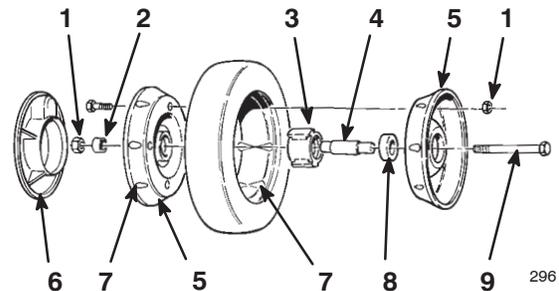

Bild 35
3. Entfernen Sie die Schraube, das Distanzstück im Rad und die Sicherungsmutter, mit denen das Rad am Gelenkarm befestigt ist (Bild 35).
4. Nehmen Sie die Radhälften von den Reifen ab, indem Sie vier Schrauben und vier Sicherungsmuttern entfernen (Bild 35).
Hinweis: Wenn Sie die Lager aus der Lager-/Nabengruppe entfernen, führen Sie diesen Schritt durch Drücken auf das Lagerdistanzstück durch (Bild 35).
1. Positionieren Sie den Reifen auf einer Radhälfte, wobei Sie die Ansätze an beiden ausfluchten (Bild 35).
2. Positionieren Sie die Lager-/Nabengruppe in das zentrale Loch der Radhälfte. Stellen Sie sicher, dass die Beine der Nabe über dem Flansch des Lochs positioniert sind (Bild 35).
3. Legen Sie die zweite Radhälfte über die Lager-/Nabengruppe, wobei Sie die Rad- und Reifenansätze mit den Befestigungslöchern abstimmen (Bild 35).
4. Montieren Sie die beiden Radhälften locker mit zwei 1/4-20 x 1,50 Zoll Gewindeschrauben und einfachen Muttern. Setzen Sie die Schrauben in die gegenüberliegenden Löcher ein (Bild 35).
5. Prüfen Sie, ob alle Bauteile gefluchtet sind und ziehen dann die Schrauben, abwechselnd von Seite zu Seite, so fest, dass die beiden Radhälften gleichmäßig zusammengezogen werden (Bild 35).
6. Setzen Sie die zwei Schrauben und Sicherungsmuttern, die Sie vorher entfernt haben, in die restlichen Löcher der Radhälften ein und ziehen diese fest. Nehmen Sie die zwei langen Schrauben ab und ersetzen Sie diese mit zwei Schrauben und Sicherungsmuttern (Bild 35).
7. Montieren Sie das Rad mit Hilfe der Schrauben, einem Distanzstück und einer Sicherungsmutter am Gelenkarm. Stellen Sie dabei sicher, dass sich das Distanzstück zwischen der Radnabe und dem Gelenkarm befindet (Bild 35).